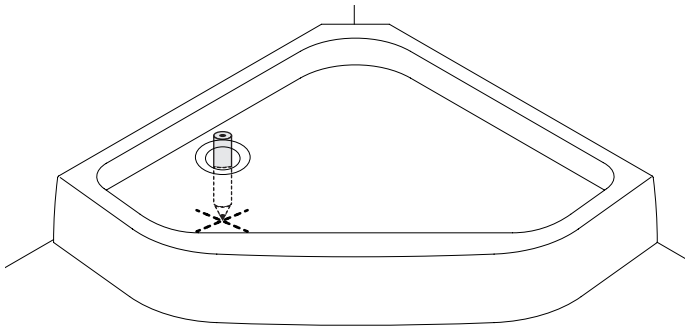

Abb. 1
- 2 Ablauf am Fußboden anzeichnen (Abb. 1).
Lippendichtung oben und unten anbringen (Abb. 1 + 2). Dabei darauf achten, dass diese dort, wo sie mit den senkrechten Dichtprofilen zusammentreffen (a, b, c, d), optimal angepasst werden (scharfes Messer).